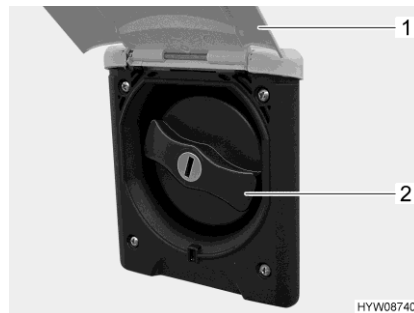

Bild 204 Verschlussdeckel (Trinkwasser-Einfüllstutzen)
- Außenklappe (Bild 204,1) nach oben schwenken.
- Blauen Verschlussdeckel (Bild 204,2) eine viertel Umdrehung drehen.